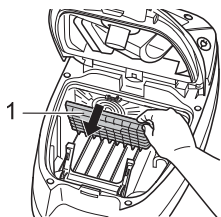

Abb. 22
2. Entnehmen Sie den Filterhalter samt Motorschutzfilter (Abb. 22/1). Klappen Sie dazu den Filterhalter zuerst nach vorne und nehmen Sie ihn dann nach oben heraus.